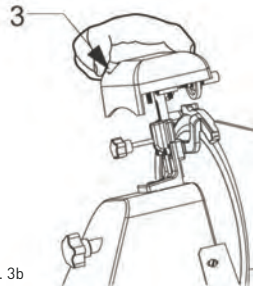

FIG. nr. 3b
- druk op de kleine knop [3] (zie FIG. nr. 3b), laat het mes voor ongeveer 30/40 sec. tegen de slijpmolen draaien om braam te produceren op de rand van het mes;